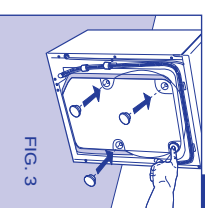

FIG. 3
- Pour des raisons de transport, le groupe oscillant de la machine est bloqué par 4 entretoises avec vis. Avant de mettre la machine en fonction, retirer les entretoises et les vis de blocage, puis récupérer les vis et les entretoises en cas de déplacement de la machine (Fig. 3).